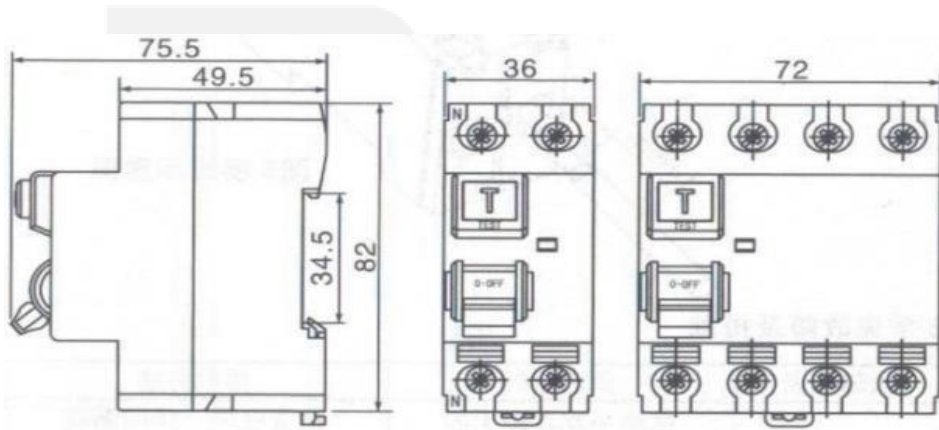

图2 外形及安装尺寸图
(1) 正常的工作条件
(2) 正常的安装条件（外形及安装尺寸见附图2、表3）